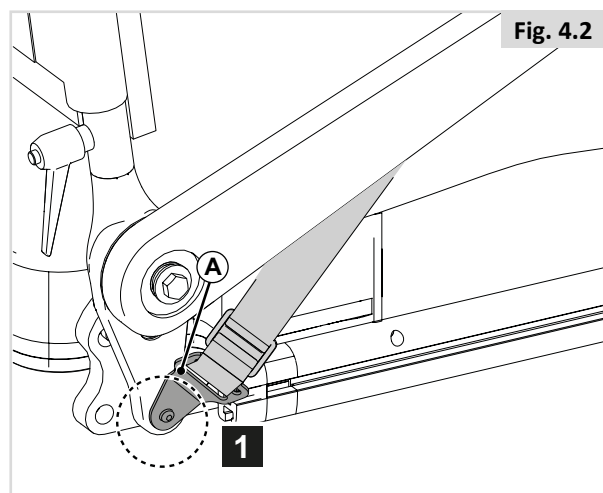

Fig. 4.2
1. Fije (A) al armazón del asiento con un tornillo a la izquierda y a la derecha. (Fig. 4.2)